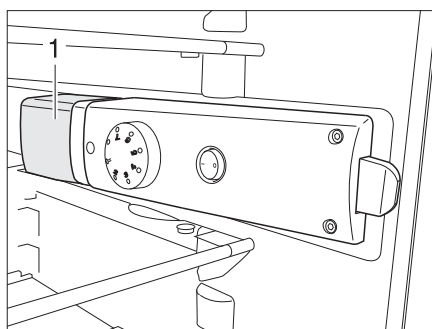

Fig. 400 Lampada del frigorifero
- Afferrare la parte posteriore sotto la copertura della lampada (Fig. 400,1) e sollevarla di ca. 3 mm.